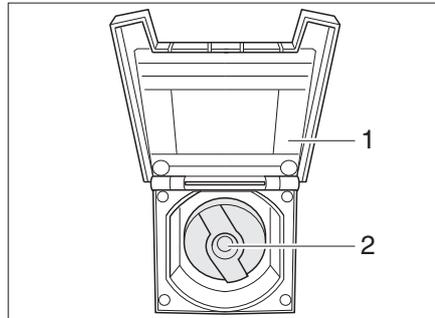

Bild 157 Verschlussdeckel für Trinkwasser-Einfüllstutzen
- Deckel (Bild 157,1) zum Trinkwasser-Einfüllstutzen öffnen.
- Schlüssel in Schließzylinder (Bild 157,2) stecken und eine viertel Umdrehung entgegen dem Uhrzeigersinn drehen.